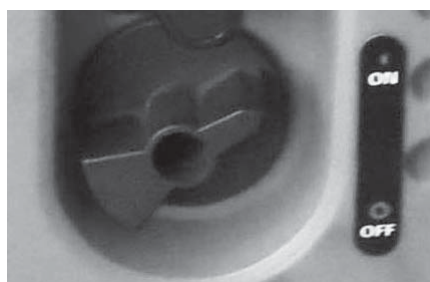

Рис.12
1. Установите выключатель зажигания в положение ON (Рис.12)